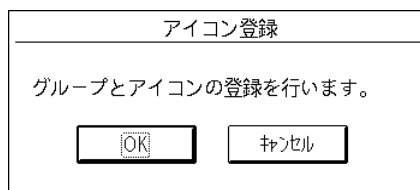

図 2.3 グループ、アイコン登録確認メッセージ
- (5) コピーが終了すると、図 2.3 のメッセージを表示します。[OK] ボタンを選択すると、プログラムマネージャに FLASH グループと本ツールのアイコンを登録し、インストールを終了します。[キャンセル] ボタンを選択すると、そのままインストールを中断します。